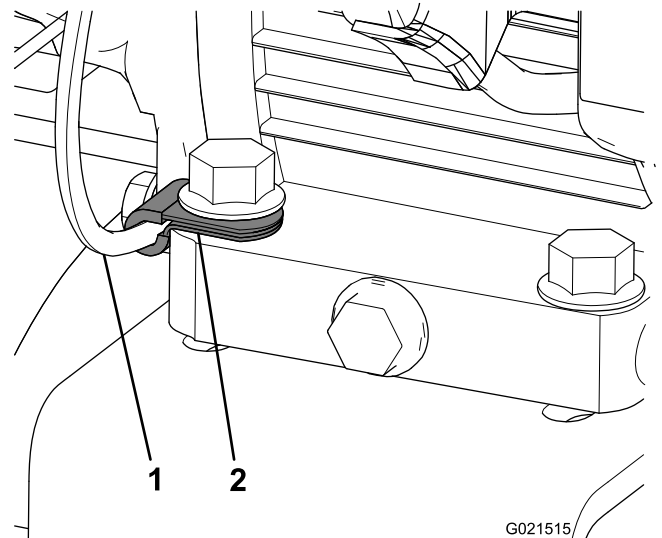

Figura 6
5. Ligue o novo clipe ao cabo do acelerador e aparafuse-o ao suporte de montagem de conversão do motor utilizando o parafuso direito (Figura 6).